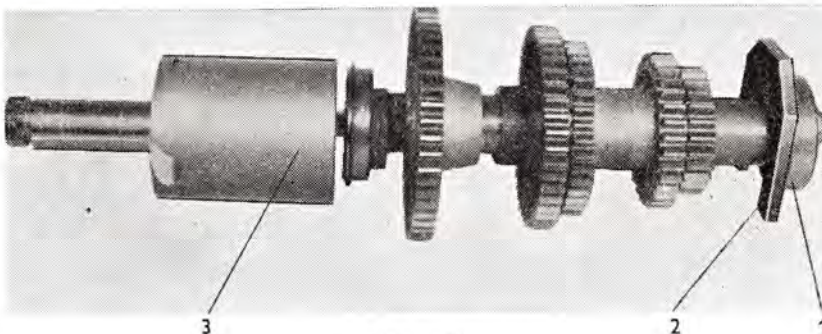
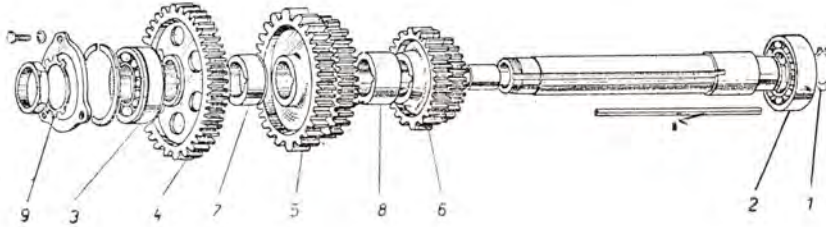

Abb. 129
Abb. 130
4. Zwischen das Lager 6210 (6208, 6310 - Abb. 129/1) und die dritte Innenwand des Getriebegehäuses ist eine Abstützunterlagscheibe (Abb. 129/2) einzulegen.
5. Der Sicherungsring (Abb. 130/1), der das Lager 6210 (6208, 6310) sichert, ist abzunehmen. Die Abziehschraube der Spezialvorrichtung ist von der Rückseite des Getriebegehäuses auf die Vorgelegewelle aufzusetzen. Nachdem die Abziehschraube durch die Vorgelegewelle durchgezogen wurde, ist auf die Abziehschraube das Distanzrohr aufzuschieben (Abb. 129/3), das sich gegen die Vorderwand des Getriebegehäuses abstützt. Durch Festziehen der Mutter der Abziehschraube wird das
rückwärtige Lager der Vorgelegewelle 6210 (6208, 6310 — Abb. 130/2) herausgepresst.
(Der richtige Zusammenbau der kompletten Demontage-Vorrichtung ist aus der Abbildung 129 zu ersehen.)
Falls es notwendig ist, das Lager 6209 N (6208 N, 6211 N — Abb. 130/3) auszutauschen, ist dieses aus der zweiten Innenwand des Getriebegehäuses herauszustossen.
1. Die einzelnen Zahnräder (Abb. 130/4, 5, 6) und Distanzringe (Abb. 130/7, 8) sind in umgekehrter Reihenfolge, in der sie herausgepresst wurden, auf die Vorgelegewelle aufzupressen. Steht keine Presse zur Verfügung, sind die Räder mit Hilfe eines Aufschlägers aufzupressen.
2. Das Lager 6210 (6208, 6310 — Abb. 130/2) ist leicht in die Wand des Getriebegehäuses einzu-
schlagen. Das Lager 6209 N (6308 N, 6211 N — Abb. 130/3) ist bis an den Stützring einzuschlagen und durch Befestigung des unteren Deckels zu sichern.
3. Die zusammengebaute Vorgelegewelle ist in das Getriebegehäuse einzulegen und in das Lager 6209 N (6208 N, 6211 N) einzusetzen. Mit leichtem Klopfen ist die Vorgelegewelle samt Lager 6210 (6208, 6310) in das Lager 6209 N (6208 N, 6211 N) einzuschlagen. Das Lager 6210 (6208, 6310) ist mit einem Sicherungsring (Abb. 130/1) zu sichern und die Mutter KM 9 (beim Schlepper Zetor 4511 KM 11) aufzusetzen. Die Mutter ist festzuziehen und zu sichern. Die Vorgelegewelle muss sich leicht drehen.